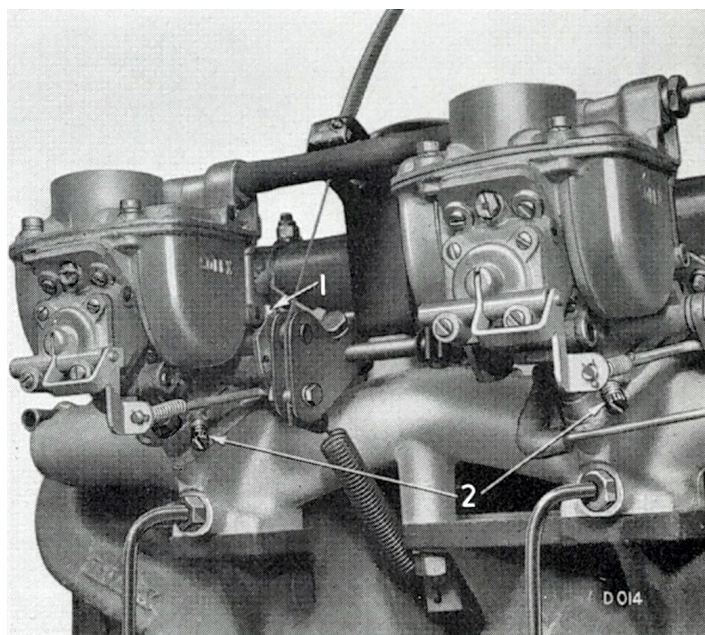

Fig. 27. Vue de droite des carburateurs montrant les vis de contrôle du mélange (2) et les vis de butée de papillon (1)
1. Retirer les gicleurs (68) Fig 27, et monter les bouchons d'obturation, pièce n° 512087.
2. Déconnecter et retirer les tiges de commande de pompe (63).
3. Retirer les leviers de commande des couvercles de membranes (71), en extrayant les goupilles de fixation.
Dépose (Fig. 27)